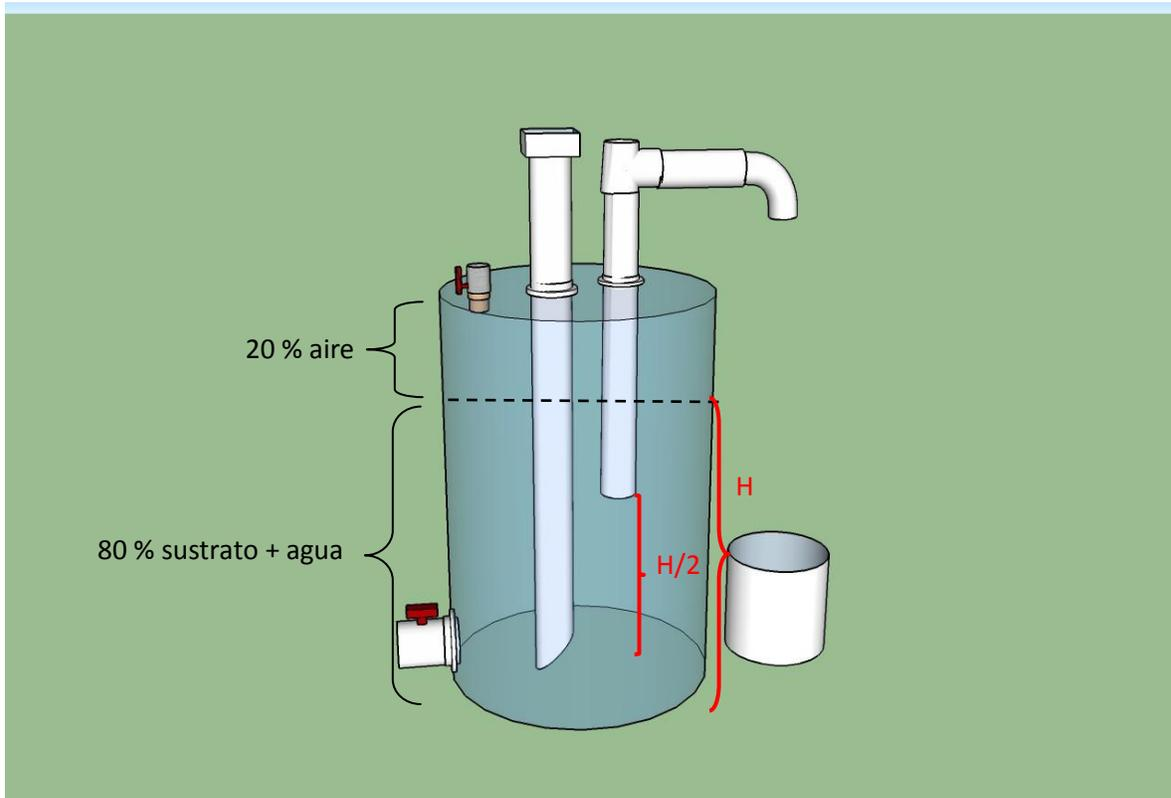
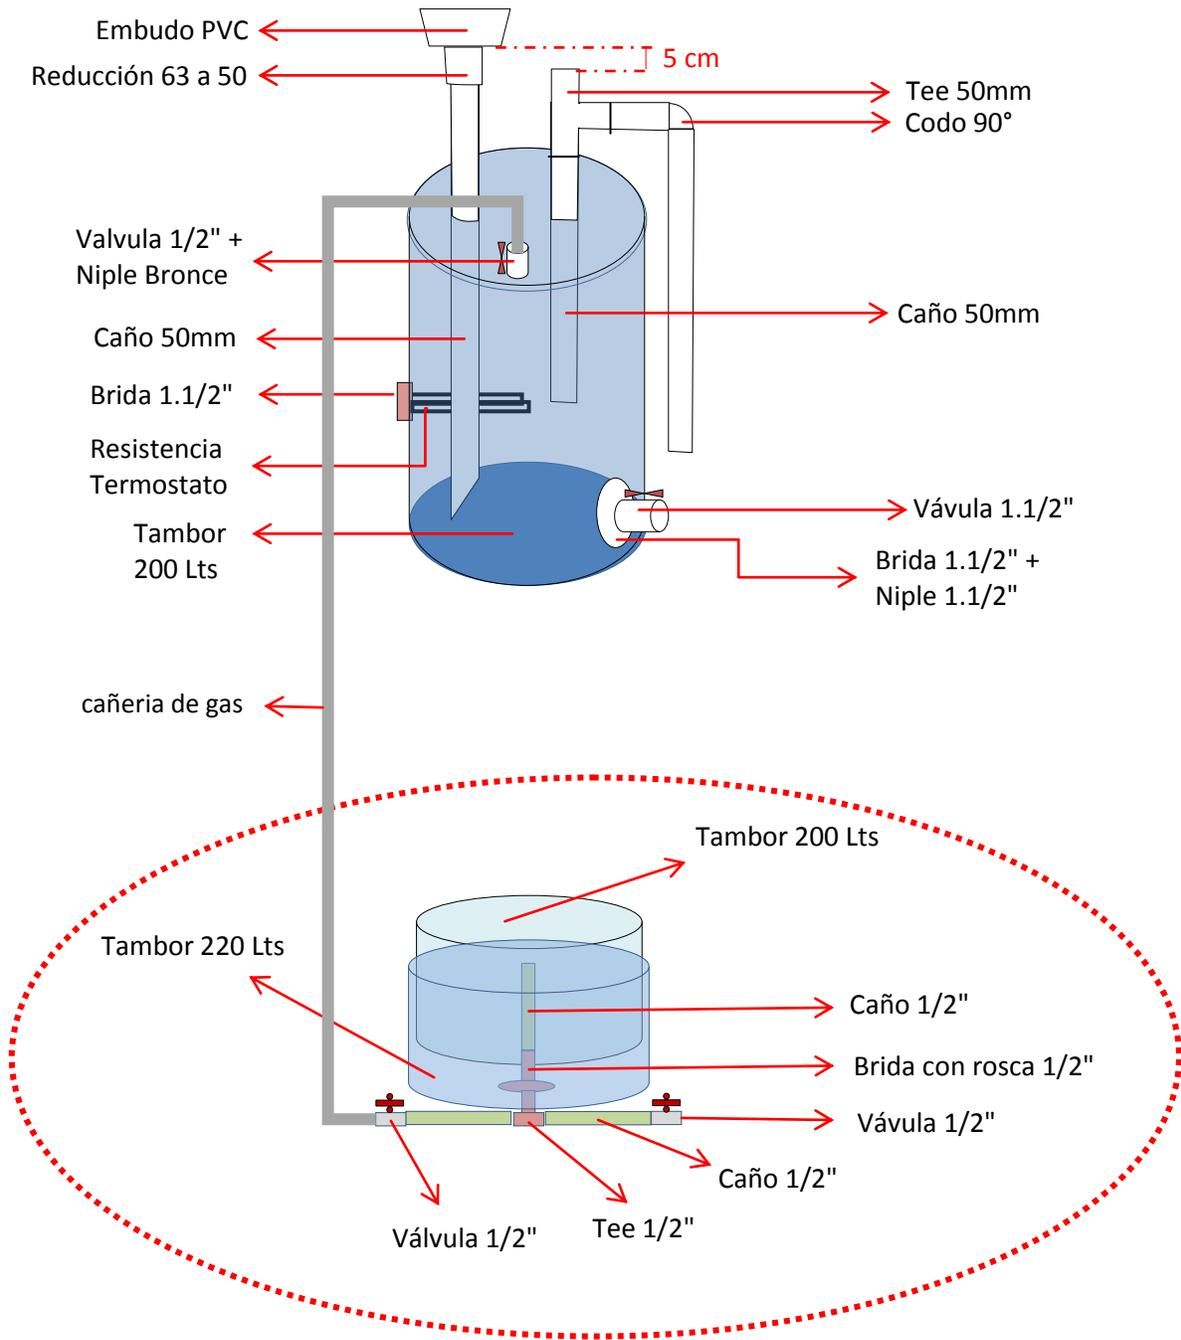

Imagen 4 Alturas salida del digestato
Imagen 6 Gasómetro flotante
- El final del tubo debe quedar aproximadamente en la mitad de la altura que contiene el sustrato junto con el agua, considerando que el 20 % superior está ocupado por aire o gas (ver Imagen 4): esto se debe a que Proteínas y Carbohidratos son biodigeridos en el fondo del tanque, mientras que lípidos, proteínas y grasas hacen lo propio en la cima del mismo. Evacuando el digerido desde el centro del tanque, evitamos que materia prima energéticamente valiosa no sea evacuada antes de tiempo.
- Es importante dejar una diferencia de altura entre la entrada del sustrato y la salida del digestato, para garantizar que cada vez que ingrese nuevo sustrato, se desplace una misma cantidad de digestato debido a la diferencia de presión (Ver imagen 4). El punto más alto de la salida del efluente debe estar por debajo del punto donde ingresa el sustrato, manteniendo una diferencia de 5 cm (Ver imagen 6).
g) En cuanto a la producción de gas, es importante remarcar que, un Biodigestor "produce" gas, pero no lo "acumula", debiendo prever un sistema de almacenaje alternativo. Para ello se utiliza un gasómetro flotante (ver imagen 6), el cual será descrito a continuación.